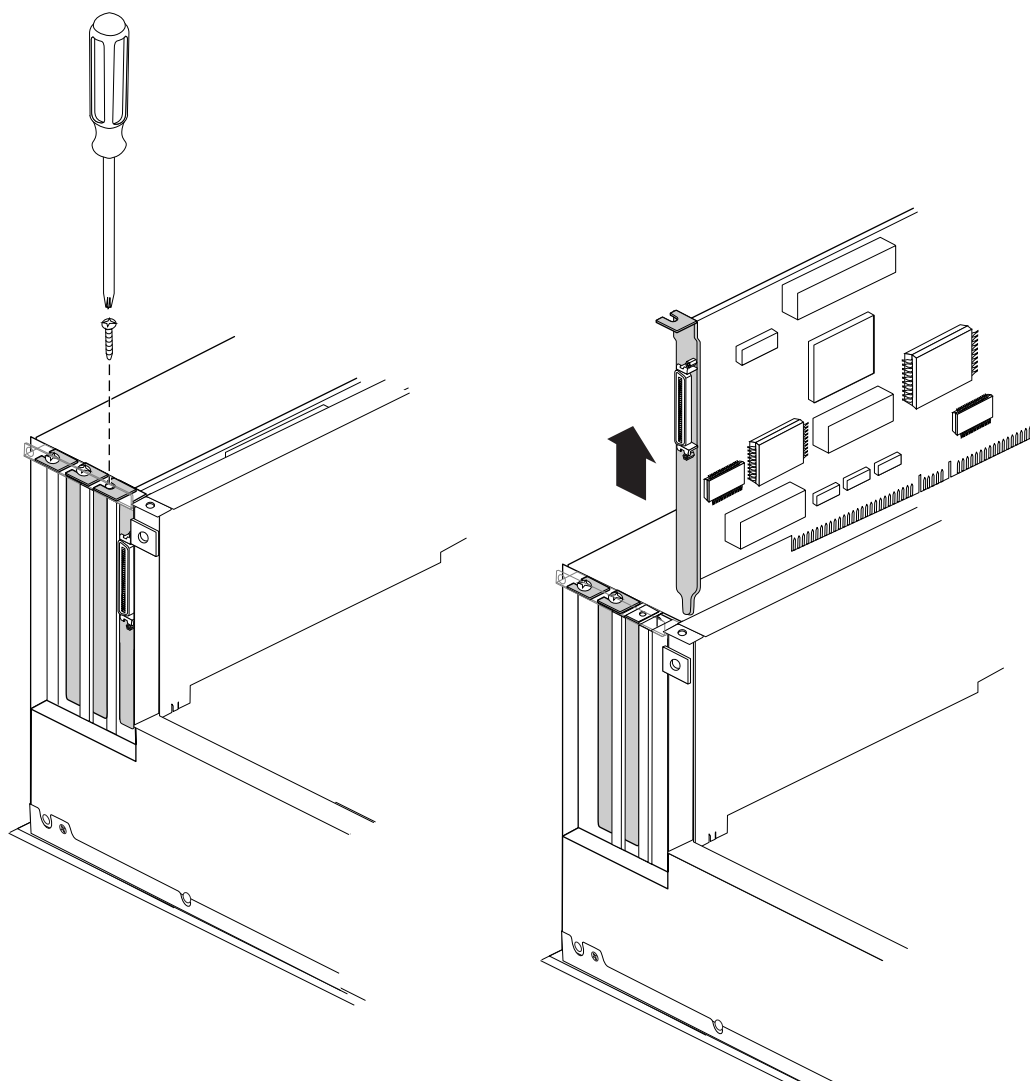

Figure 6-6 Retrait de la vis et de la carte PCI supplémentaire
- A l'aide d'un tournevis cruciforme, retirez la vis qui fixe la carte PCI supplémentaire au châssis de l'Origin200, comme illustré à la Figure 6-6.
- Saisissez la carte PCI supplémentaire à l'avant et à l'arrière et tirez dessus pour la sortir du système, comme indiqué à la Figure 6-6.